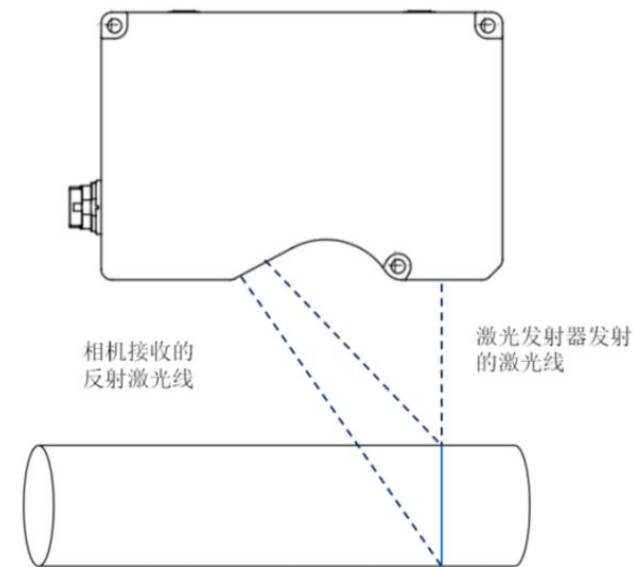

图 2.5 激光三角原理图
- 利用激光器与相机之间的固定基线及成像角度，通过三角几何关系计算目标点的精确深度（Z 值）。如图 2.5 所示。